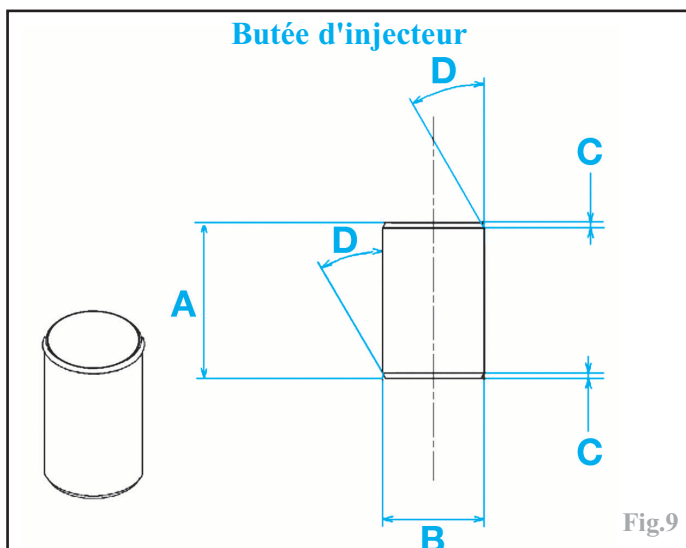

Fig.9
-des butées d'injecteurs, spécifiques cotes réparation (Fig.9).